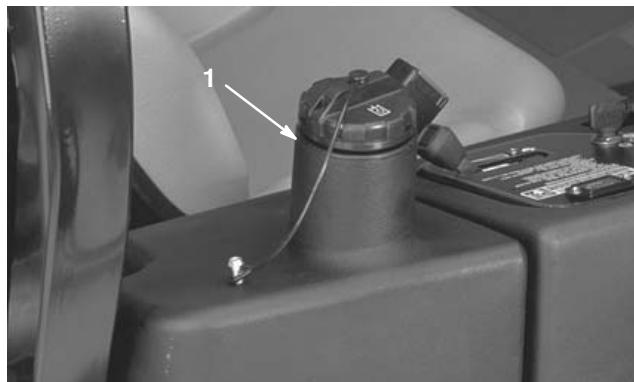

Bild 56
- Füllen Sie den hydraulischen Behälter (Bild 56) mit ca. 13,2 l Hydrauliköl; siehe „Prüfen der hydraulischen Anlage“ auf Seite 19.